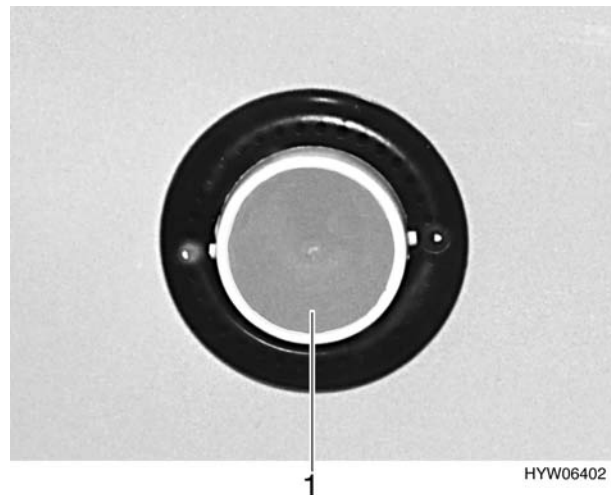

Fig. 104 Illuminazione del vano WC
- Comprimerne il vetro della luce (Fig. 104,1) ai due naselli e estrarlo.